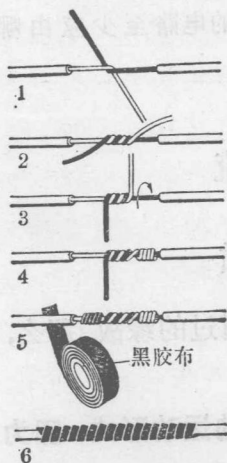

图 1-1-9 单芯线的直线连接法
2. 单芯电线的直线连接法见图 1-1-9，要求接触良好，裸露部分应用绝缘胶布包好。